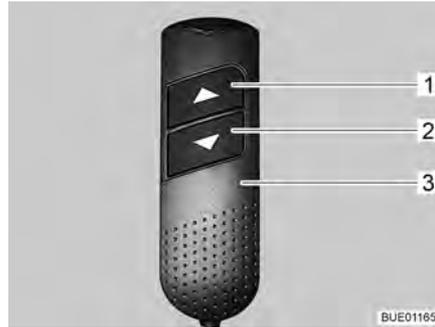

Fig. 88 Elemento di regolazione manuale
- Sull'elemento di regolazione manuale (Fig. 88,3) premere contemporaneamente i due tasti freccia (Fig. 88,1 e 2) e tenerli premuti fino a quando il letto basculante non si è spostato completamente verso l'alto e si sente un segnale acustico.
- Sull'elemento di regolazione manuale (Fig. 88,3) premere il tasto freccia inferiore (Fig. 88,2) e tenerlo premuto fino a quando il letto basculante non ha raggiunto la posizione finale in basso.
- Sull'elemento di regolazione manuale (Fig. 88,3) premere il tasto freccia superiore (Fig. 88,1) e tenerlo premuto fino a quando il letto basculante non ha raggiunto la posizione finale in alto.
- Portare il letto basculante con i tasti freccia (Fig. 88,1 o 2) verso la direzione opposta fino in posizione di finecorsa.